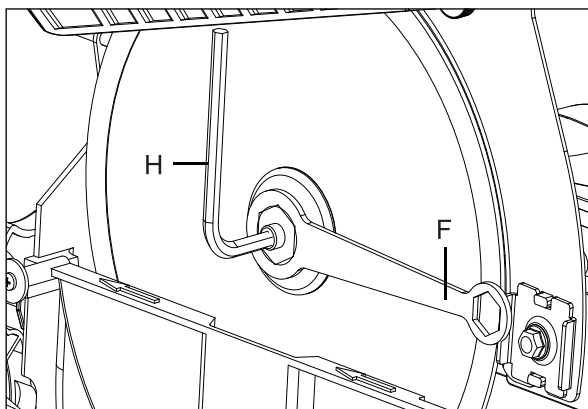

Рис. 19
4. С помощью ключей Н и F (рис. 19) отверните гайку крепления диска, снимите фланец, снимите пильный диск.